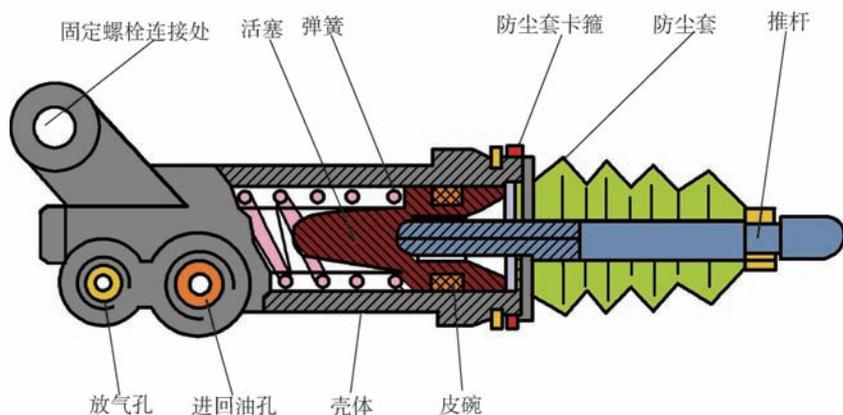

图 2-34 离合器工作缸结构
2) 离合器工作缸。离合器工作缸结构如图 2-34 所示。工作缸内装有活塞、皮碗、推杆等,壳体上还设有放气螺钉。当管路内有空气存在而导致离合器不能分离时,需要拧出放气螺钉进行放气。工作缸活塞直径略大于主缸活塞直径,故液压系统具有增力作用,以使操纵轻便。